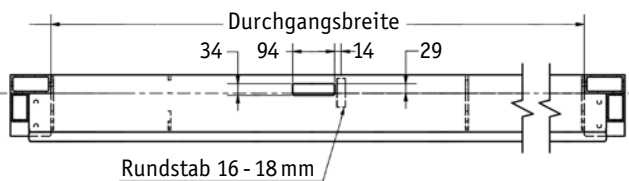

Abb. 3.1.4
- Führen Sie die Öffnung für den Rolltorverschluß im unteren Portalquerträger (Abb. 3.1.4) aus.